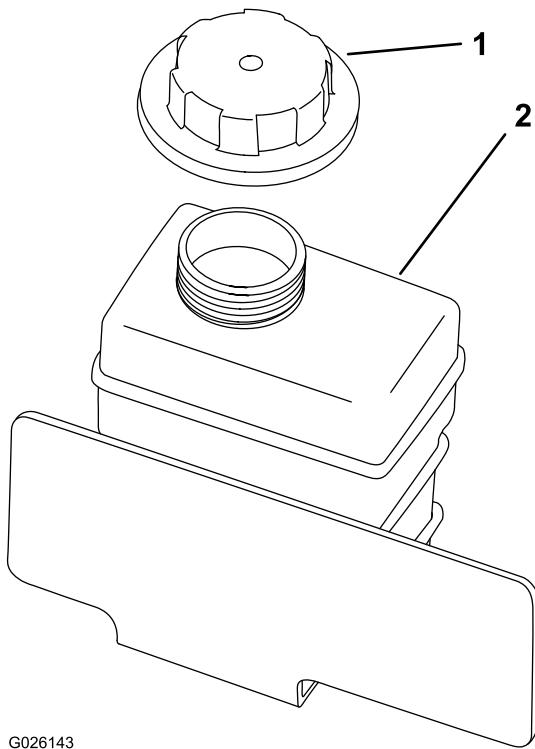

Figura 17
2. Verifique o nível de líquido de arrefecimento dentro do depósito de reserva (Figura 17).